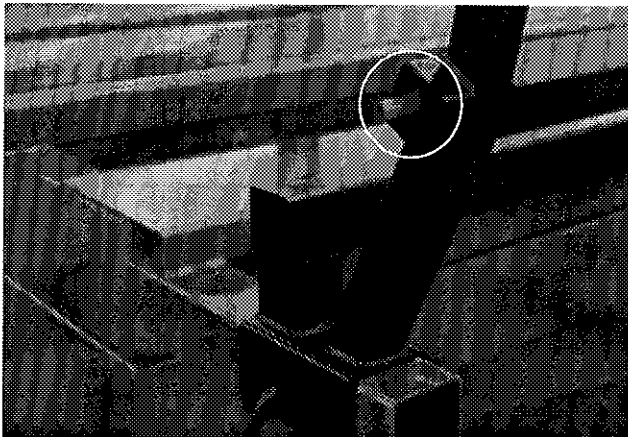

Figure 19
8) Lorsque la première paire de balles chargées atteint les supports de balles arrières, un indicateur apparaîtra à l'avant de la plate-forme, du côté opposé au bras de chargement. (Figure 19)